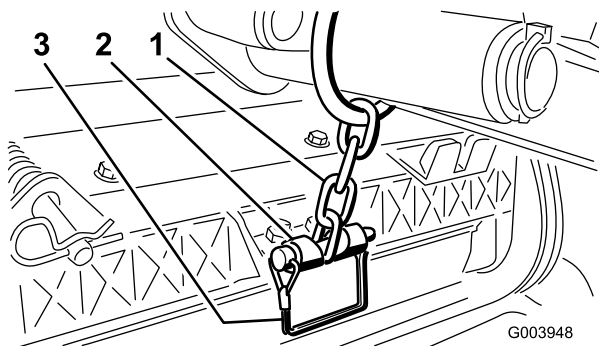

Figure 12
12. Fixez la chaîne du bras de relevage au support de la chaîne avec la goupille à fermoir (Figure 12).